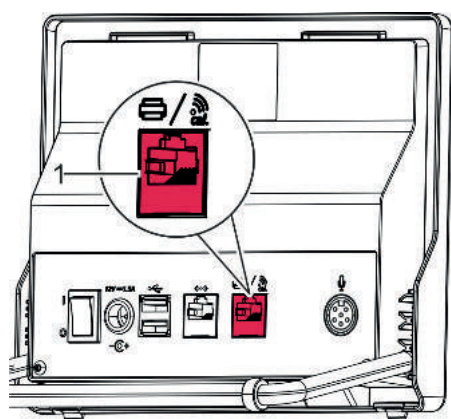

Abb. 12: Druckerschnittstelle
2. Druckerkabel in die Druckerschnittstelle (Abb. 12/1) stecken.